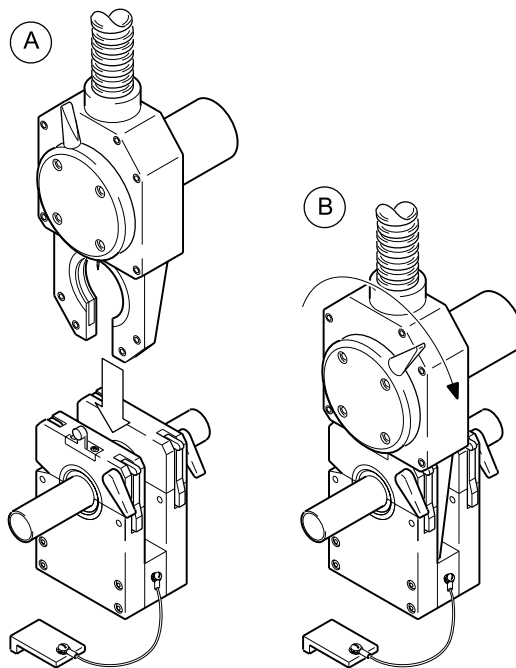

Рисунок 26. Соединение сварочной головки с фиксирующим блоком
2. Вставьте сварочную головку в фиксирующий блок. См. рисунок 26(A).
3. Поверните фиксирующий рычаг по часовой стрелке, чтобы закрепить сварочную головку. См. рисунок 26(B).